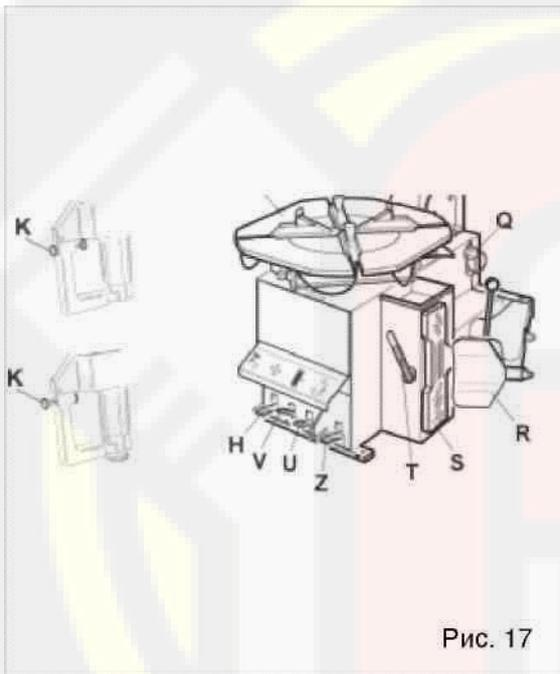

Рис. 17
- Удерживая рычаг в указанном положении, нажатием педали (Z) вращайте поворотную платформу (Y) по часовой стрелке до полного отделения шины от обода колеса (Рис. 17).
- Для снятия камеры (при наличии таковой) без разблокировки монтажного стержня отклоните стойку (P) нажатием педали (H).